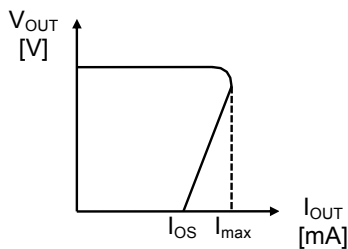
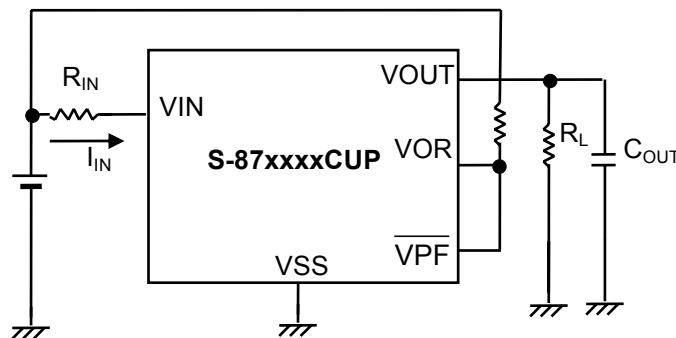

图18
图 22 注意连接示例 1
为了防止在短路时，因大电流而导致元件的破损，内置了短路保护电路。其输出的短路电流大约为 $70 \text{ mA}$ ，设置于内部。因输入电压( $V_{IN}$ )的不同，如图18 ~ 20所示，短路保护电路具有3种特性。
**注意1.** 如图22 ~ 24所示，将C型产品的VOR输出连接到 $\overline{\text{VPF}}$ 端子上时，或者将E型产品的SENSE端子连接到VIN端子的情况下，如果在输入电源与VIN端子之间存在电阻(RIN)，就会发生下述的现象，务请注意。
- (1) 在检测时，切断电压稳压器，由于负载电流被断开，在流经RIN的电流假设为IIN的条件下，VIN端子的电压可上升 $\Delta V_{IN}=I_{IN} \times R_{IN}$ 。因此，在检测之后，如果 $\Delta V_{IN}$ 超过了滞后幅度(VHYS)，就会一直发生振荡，所以必须设置 $\Delta V_{IN} \leq V_{HYS}$ 。
- (2) 在解除时，启动电压稳压器，由于会流入负载电流，在解除之后，如果 $\Delta V_{IN}$ 超过了滞后幅度(VHYS)，就会一直发生振荡，所以与检测时相同，必须设置 $\Delta V_{IN} \leq V_{HYS}$ 。此外，即使设置了 $\Delta V_{IN}$ 不超过VHYS，但在解除时，为了对输出电容器(COUT)进行充电会流入突进电流，在电压稳压器的输出(VOUT)达到所定的电压期间内，会短时间地发生振荡。如果所产生的振荡对应用电路造成不良的影响，因为突进电流在短路保护电路中的工作电流量如图18 ~ 20所示，在IMAX以下的范围内，所以通过设置 $R_{IN} < \frac{V_{HYS}}{I_{MAX}}$ ，即可防止振荡的发生。